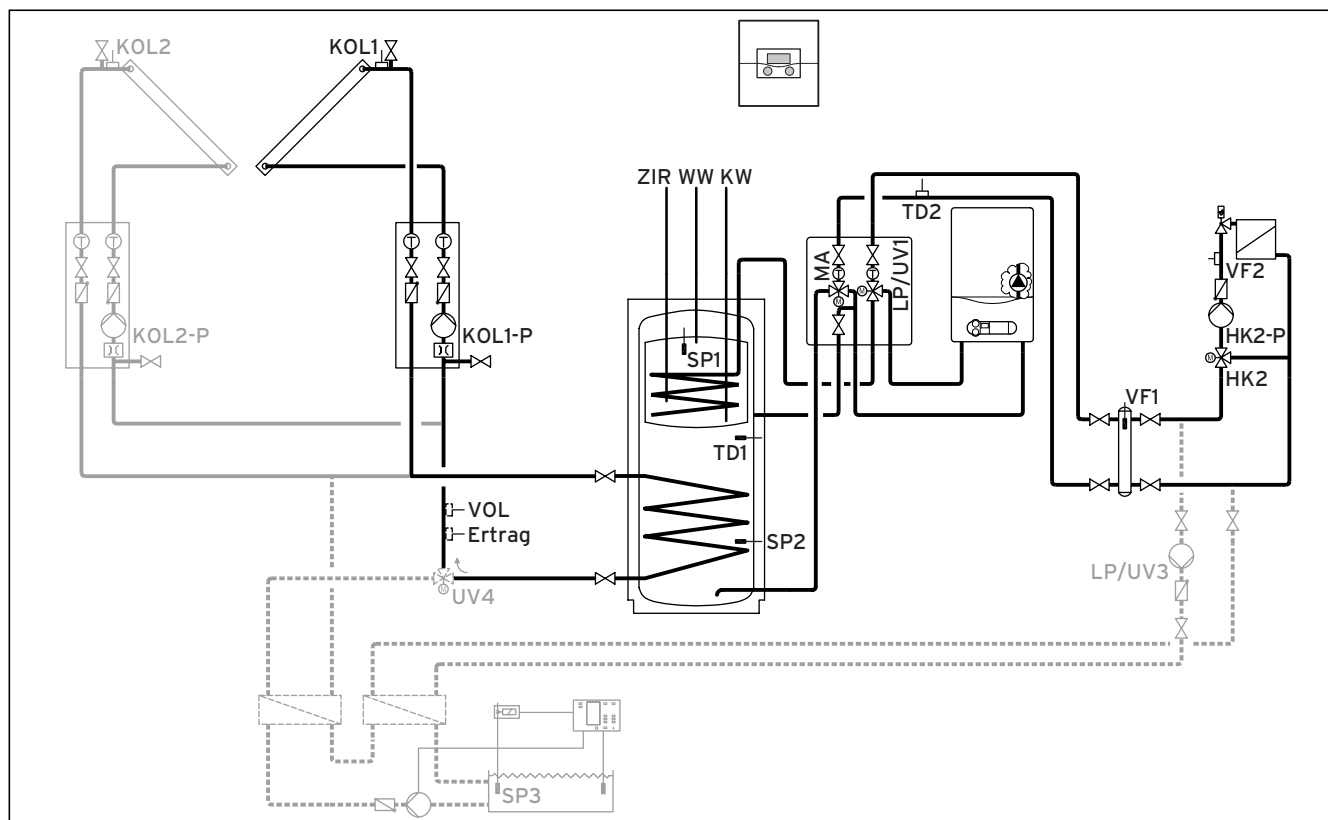

Fig. 5.3 Schéma hydraulique 1
- Procédez au câblage de raccordement de l'appareil de chauffage comme décrit à la fig. 5.3.